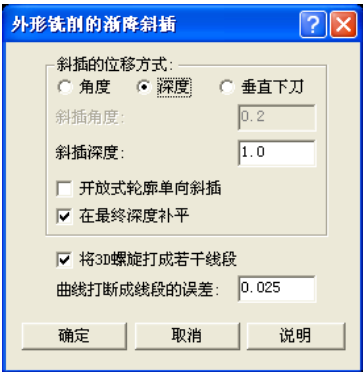

图 1-22 渐降斜插参数
- 3) 单击“渐降斜插”，斜插的位移方式有角度、深度和垂直下刀，这里选择“深度”方式，勾选“在最终深度补平”，斜插深度：1.0，其余默认，如图 1-22 所示。